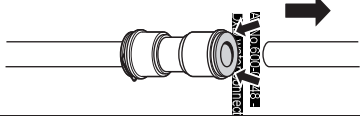

Fig. 4-5
1. Aloje el tornillo de la cubierta de la bisagra y retírela (Fig. 4-5). Desconecte todos los cables a excepción del cable de toma de tierra.